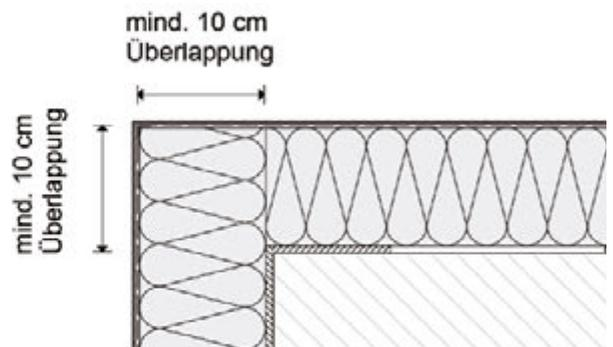

Abb. 32: Ausbildung Gebäudekante (Außenecke)
- Jegliche Überlappung von Textilglasgitter (z.B. **Baunit TextilglasGitter** zu **Baunit FensteranschlussProfil**/**Baunit FensteranschlussProfil** zu **Baunit KantenSchutz**) muss zumindest 10 cm betragen, siehe beispielsweise Abbildung 32.